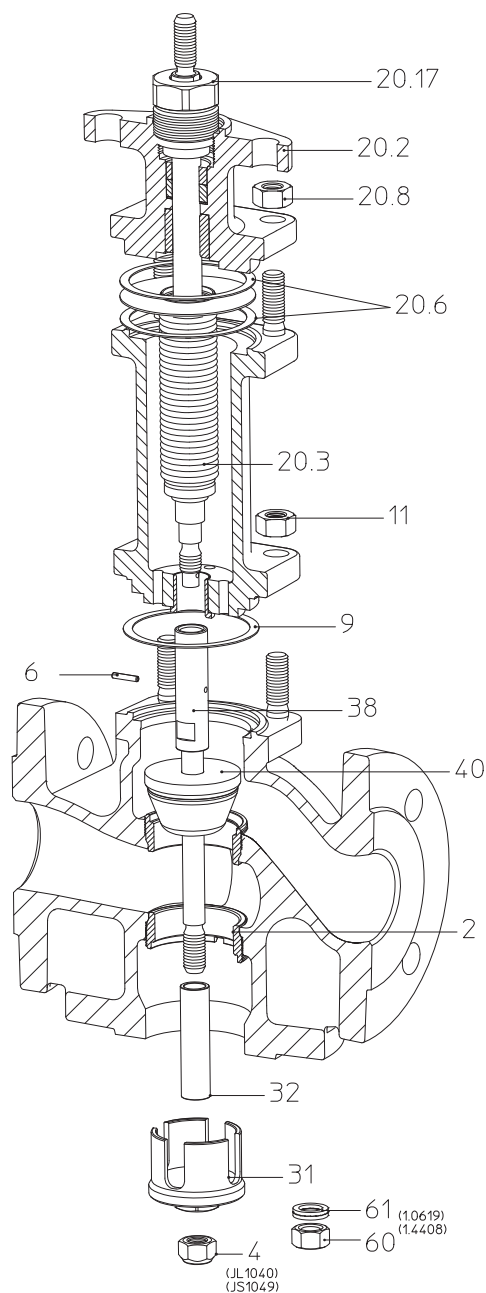
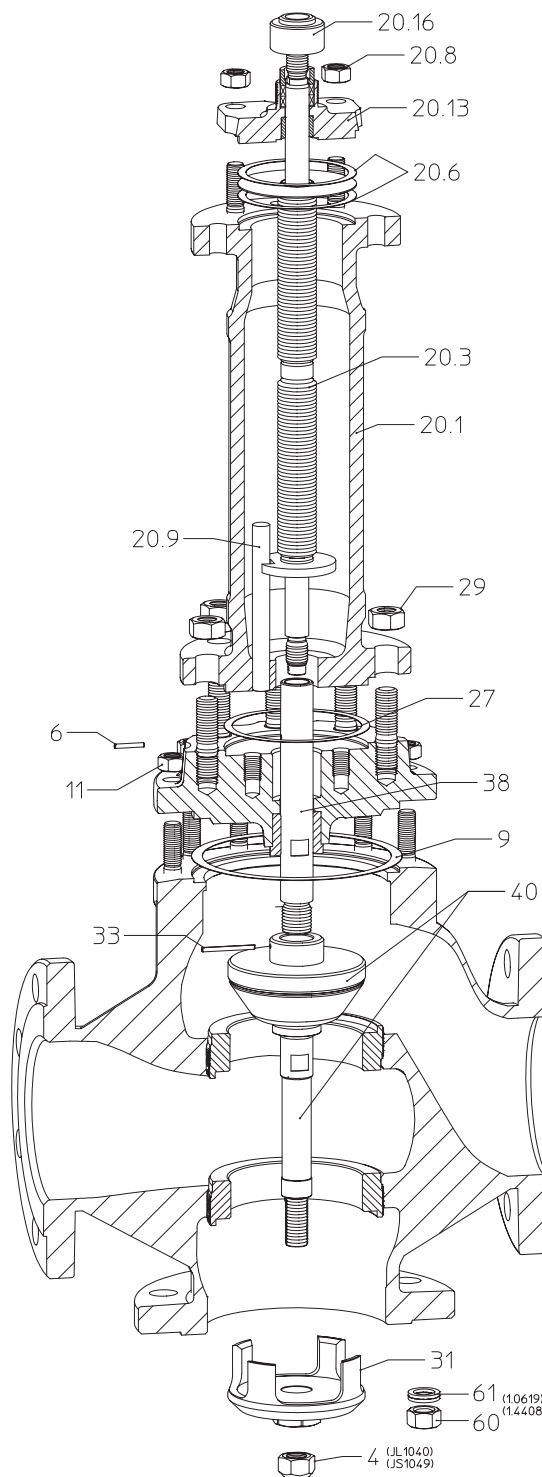

Bild 20:
Bild 21:
- Unteren Sitzring (Pos. 2) herausschrauben (Punkt 7.2 beachten) - bei Verteilkegelausführung (Bild 20, Bild 21) nicht nötig.